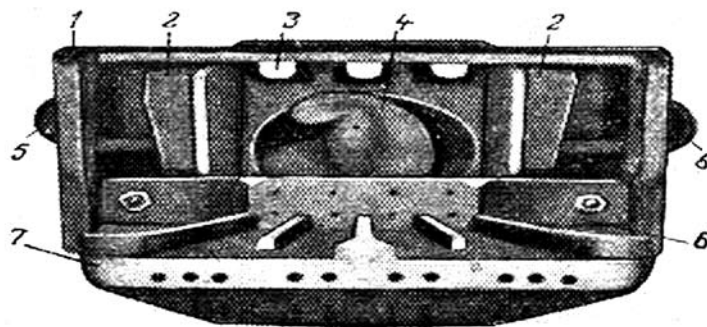

Рис. 281. Питательная головка:
**Питательная головка.** Головка 1 (рис. 281) прикреплена к лобовой стенке топки, закрывая собой нижнюю часть отверстия. Задний конец её шарнирно соединяют с питательной трубой. К передней части головки двумя болтами прикрепляют распределительную плиту 7, которая входит в топку. Между плитой и головкой помещают сопловую коробку 6. На поверхности распределительной плиты сделаны рёбра, при помощи которых происходит распределение угля по всей колосниковой решётке. В нижней части плиты расположены отверстия, по которым поступает воздух, необходимый для охлаждения плиты и предохранения её от обгорания.